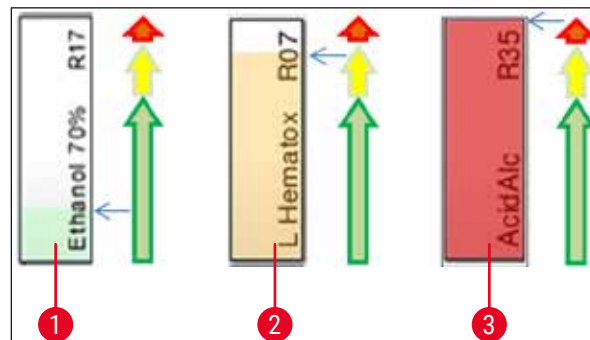

Fig. 72
- Uma cor de fundo (→ "Fig. 72")
- A cor de fundo mostra o status de consumo do reagente (→ "Fig. 72"). À medida que o reagente é consumido, a barra de cor sobe do fundo até o topo e muda de cor com base no status do consumo.